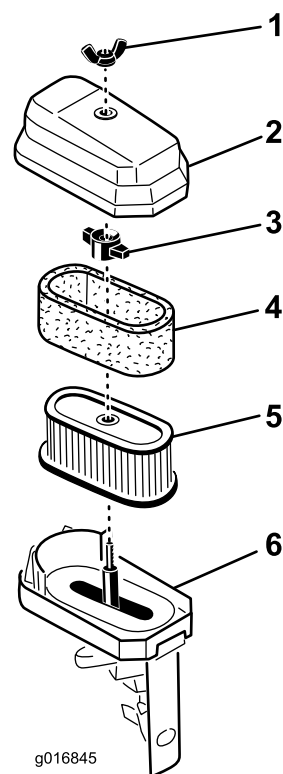

**Figura 36**
2. Retire la tuerca de orejeta que sujeta la tapa del limpiador de aire al limpiador de aire, y retire la tapa. Limpie la tapa a fondo (Figura 36 y Figura 37).